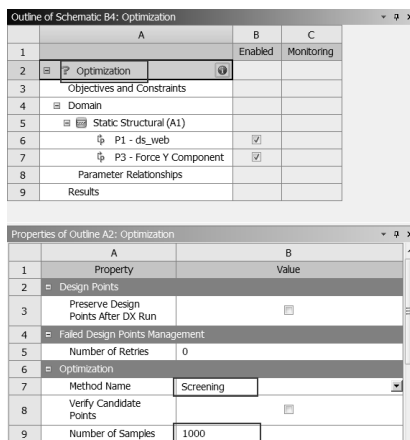

图 18-29 设置
Step8: 返回到项目管理窗口, 双击 B4 栏, 在出现的如图 18-29 所示的对话框中做如下设置。